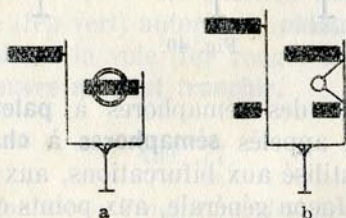

Fig. 42.
L'entrée des stations où les garages directs sont fréquents est commandée par un signal à chandelier ou à potence dont le mâtèreau se rapportant à la voie de garage, comporte une palette munie d'une couronne (fig. 42 a).
c) Le système des **numéros combinés avec les palettes étalées** est employé pour signaler les diverses voies d'un même groupe (par exemple, les voies à quai d'une gare à voyageurs). Ce système se comprend de lui-même. Il suffit de savoir qu'on ajoute dans ce cas des numéros au mâtèreau correspondant au passage vers le groupe dont on veut distinguer les voies (fig. 42 b).